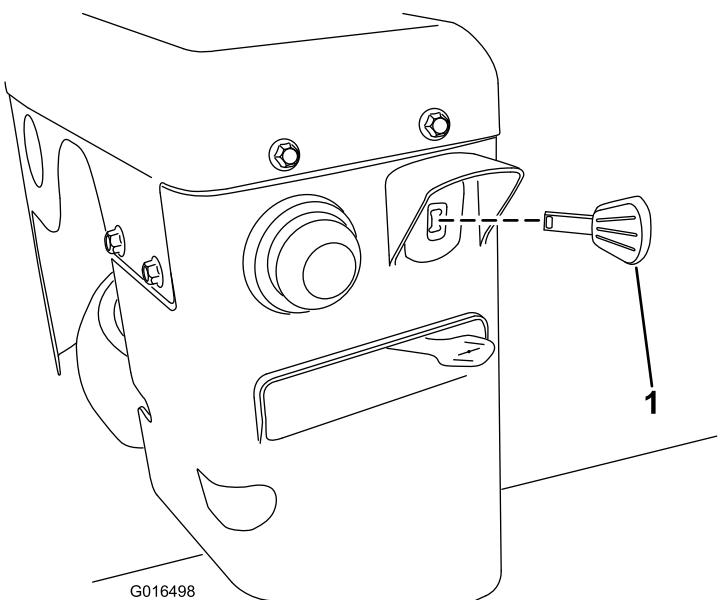

Рисунок 26
- Вставьте ключ зажигания до упора в (Рисунок 26).